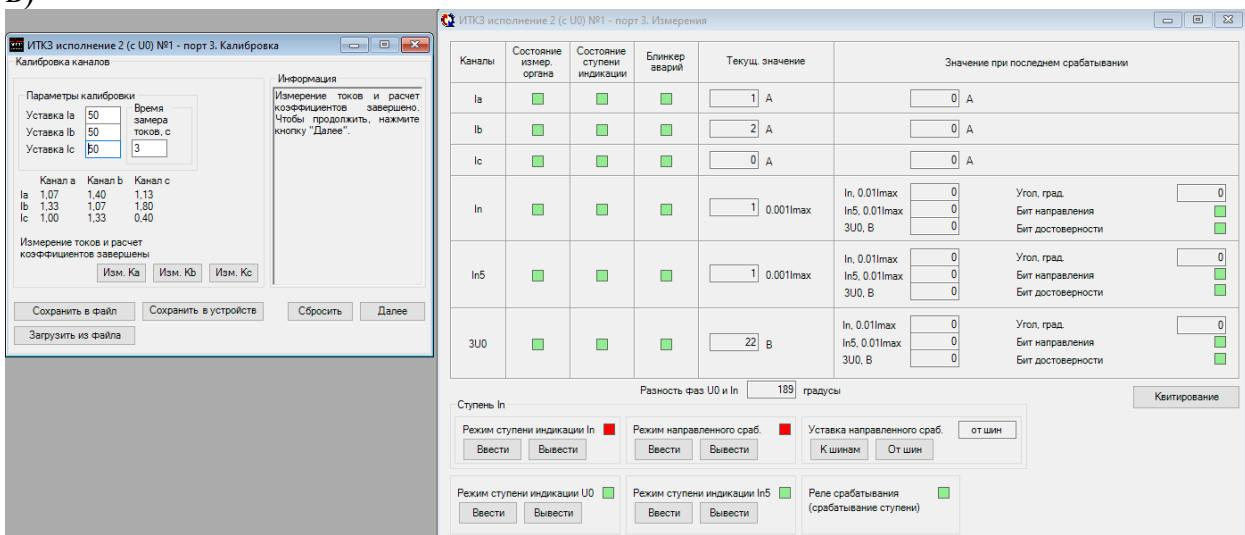
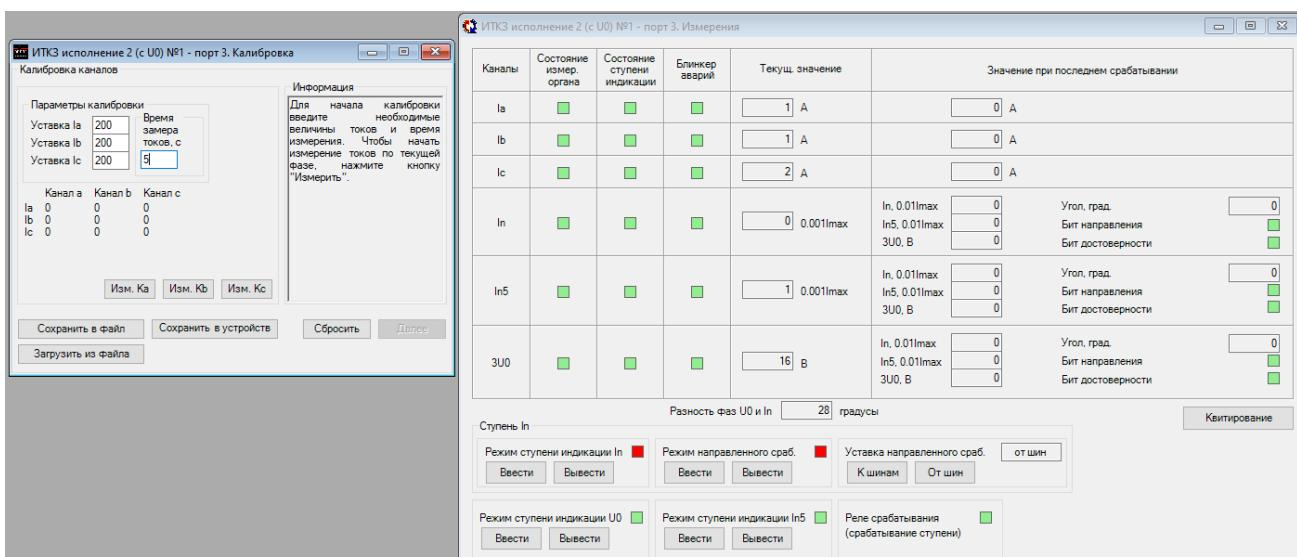

Рисунок 5.8 – Измерение токов в «УниКоне»: а) Канал а; б) Канал b; в) Канал с
Рисунок 5.9 – Задание уставок тока в «УниКоне»
2. Подключить устройство в соответствии с рисунком 5.7. Обеспечить протекание тока через шину «А». Значение протекающего тока вписать в поле «Уставка Ia» (рисунок 5.9). Нажать на кнопку «изм. Ка» – измерение фазы «А». Данные действия повторить с фазами «В» и «С». Программа измеряет 9 значений токов по 3 для каждой фазы (рисунок 5.8а, б, в).